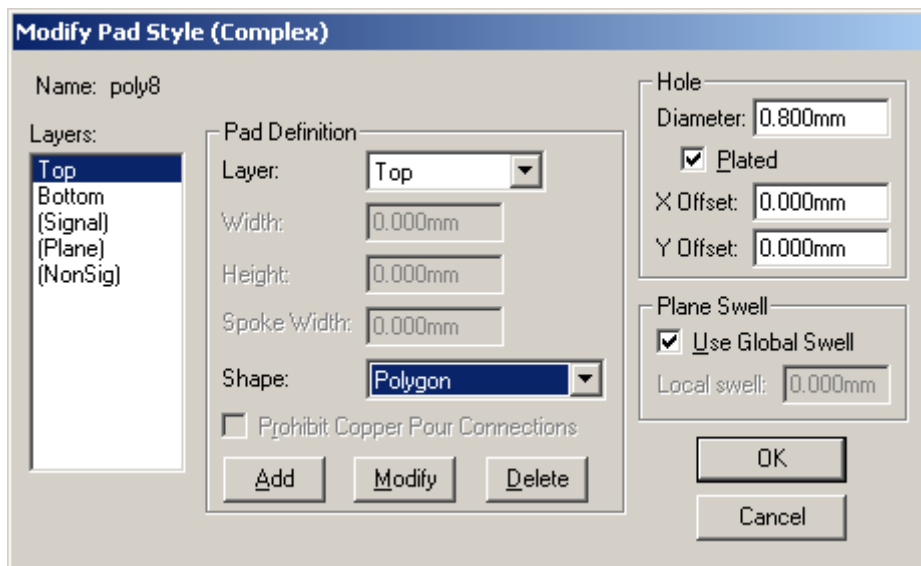

Рис. 19 Панель **Modify Pad Style (Complex)**
10.19 Выделите созданный стек в окне и нажмите кнопку **Modify (Coplex)** (рис. 19).